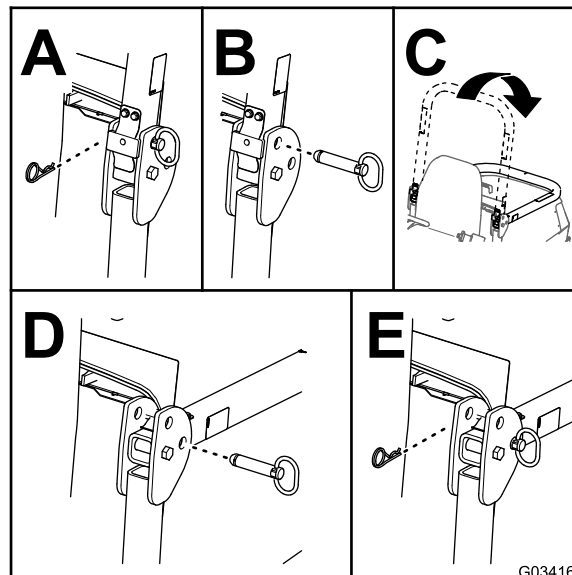

Figura 29
2. Togliete le coppiglie e i perni dal roll bar (Figura 29).
3. Abbassate il roll bar e fissatelo in posizione con i perni e le coppiglie (Figura 29).